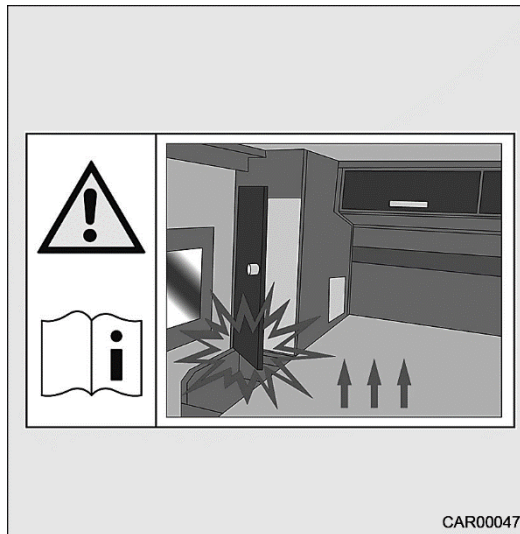

Fig. 5 Autocollant du garage à vélo électrique
- Si le lit central est relevé pour charger le garage à vélo électrique, la porte de la penderie risque d'être endommagée. Avant de charger le garage à vélo électrique, fermer la porte de la penderie. Observer ce qui est écrit sur l'autocollant (Fig. 5).